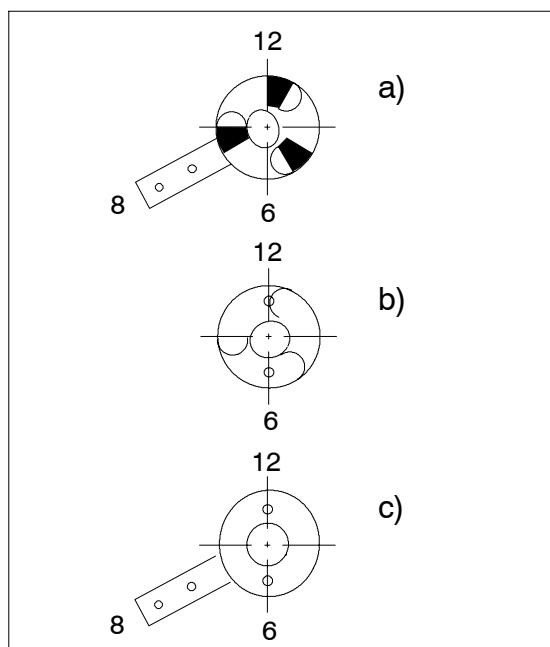

Fig. 36. Remonteringen av kløtsjinnkoplingsbladskjøtene.
5. Fjern trommelhjulakselen (fig. 36. pos. C) og skiven. Sokkelstørrelse 24mm (15/16").
1. Plasser en av kløtsjinnkoplingsbladskjøtene på arbeidsbordet, slik at håndtaket er i klokka 8-posisjon, og de 3 hellende overflatene pekende opp. Se fig. 36.
Den andre kløtsjinnkoplingsbladskjøten (uten håndtak) har 3 hellende overflater på den ene siden og to hull på den andre siden (fig. 36.). To pinner/tapper på baksiden av forsiden vil passe i disse hullene når vinsjen er remontert.
3. Plasser en kløtsjinnkopplingsbladskjøte (den uten håndtak), slik at den bunner ut når håndtaket er i klokka 8-posisjon, og de to hullene er i klokka 12-posisjon og klokka 6-posisjon (fig. 36.). Vær forsiktig fordi det bare er en riktig posisjon! Teip bladskjøtene sammen, slik at de holder seg sammen når du monterer dem til trommelhjulakselen. Installer en beskyttelsesplate. Sjekk kløtsj justeringene.